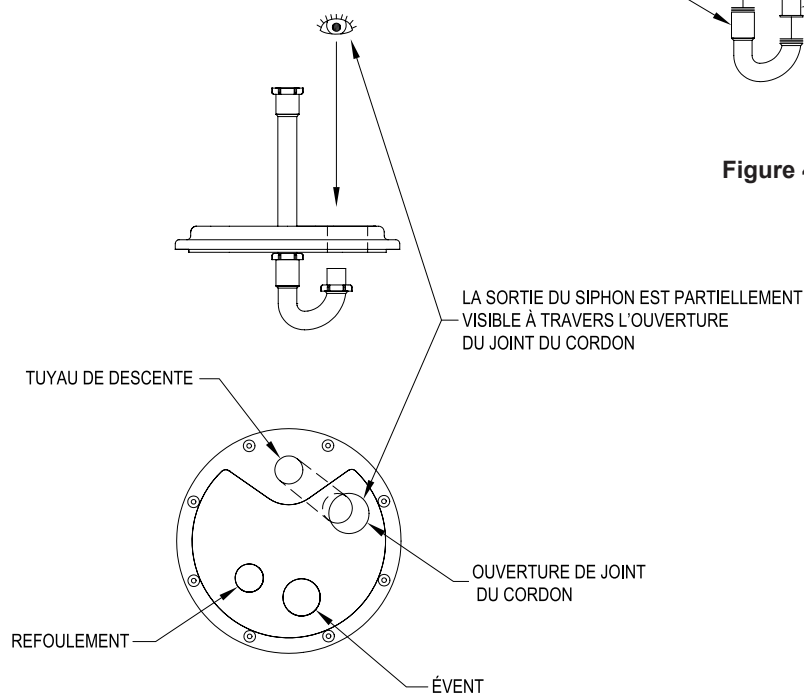

Figure 4.3
- 4.3) Orienter le couvercle comme montré à la figure 4.3 et maintenir en place les composants du siphon (Maintenant, SERRER À LA MAIN l'ensemble sur le couvercle, le réglage est fait à l'étape 5).